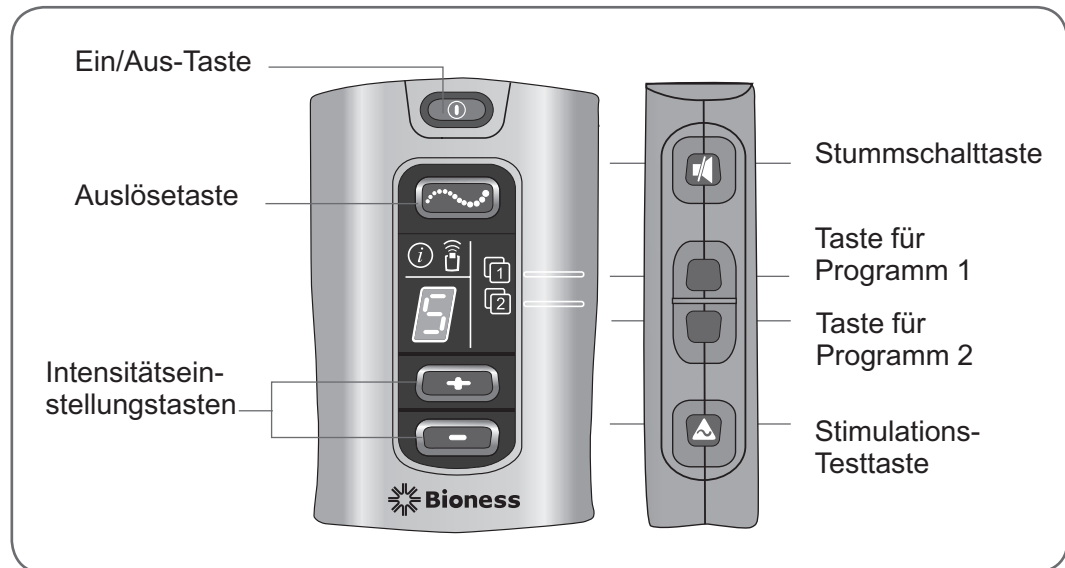

Abbildung 9-1: Betriebstasten
Mit der  Stimulations-Testtaste können Sie den ordnungsgemäße Sitz der Orthese am Arm überprüfen. Die Taste befindet sich an der Seite der Steuereinheit (siehe Abbildung 9-1).
2. Drücken Sie die Taste für Programm 2 (siehe Abbildung 9-1). Wenn Programm 2 ausgewählt ist, leuchtet die  Anzeige für Programm 2 GRÜN.